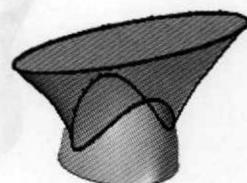
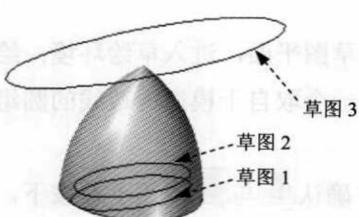

图 2.7 放样拉伸 1
图 2.8 选择截面轮廓
Step7. 创建图 2.7 所示的放样拉伸 1。
(1) 选择命令。在 **实体** 区域中单击  后的小三角，选择  放样 命令。
(2) 选择截面轮廓。在“创建起源”下拉列表中选择  从草图/零件边选择 选项，依次选取图 2.8 所示的草图 1、草图 2、草图 3，单击左键确定。